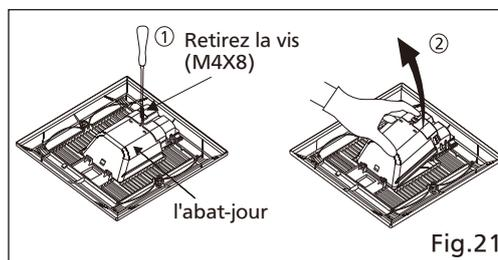

Fig.21
2. Retirez la vis comme illustré à l'étape ① de la Fig.21. Retirezle couvercle de la lampe comme illustré à l'étape ② de la Fig.21.